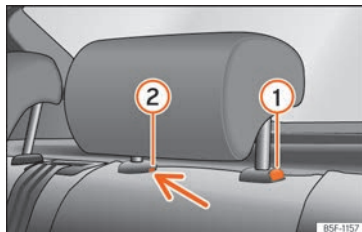

Fig. 112 Appuie-tête arrière : démontage.
- Appuyez sur la touche » **fig. 112 ①**, en appuyant en même temps sur l'orifice de sécurité **②** avec un tournevis plat de 5 mm de largeur maximum et retirez l'appuie-tête.